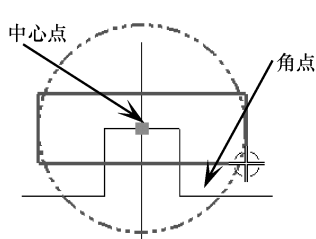

图 10-18 中心点与角点矩形
- 按中心和拐角绘制矩形：以局部放大图的中心点及一个角点创建矩形边界，如图 10-18 所示。